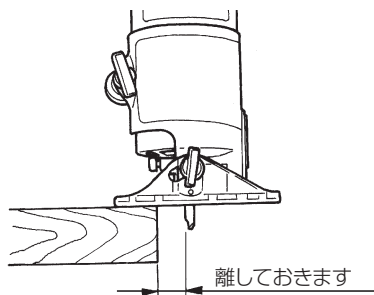

図 10
- (1) スイッチを入れるときは、ビットを材料からはなし、本体をしっかり保持した状態で入れてください。(図 10)